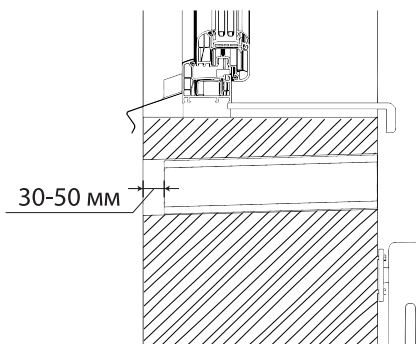

Рис. 5
4. Установить трубу с тепло-шумоизоляцией в отверстие. Предварительно, на наружную поверхность трубы равномерно наносится герметик (Рис.5).